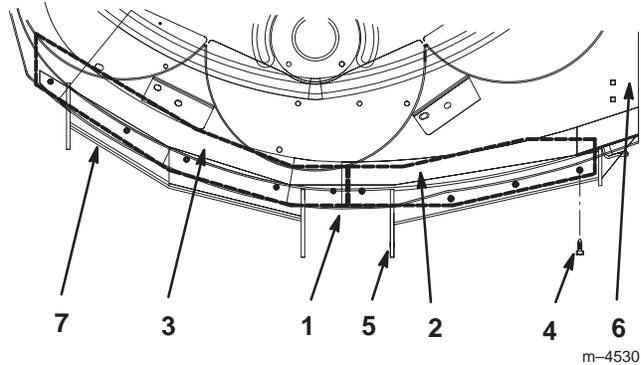

Figura 24
8. Coloque los deflectores según muestra la figura 24.